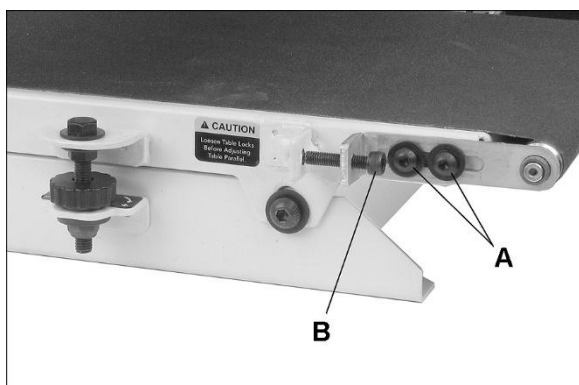

Abb. 8-2: Einstellung der Bandspannung
2. Lösen Sie leicht die vier Schrauben (A, Abb. 8-2) an der Vorschub-Einzugete mit einem 4-mm-Inbusschlüssel (zwei Schrauben an jeder Seite).
5. Die vier Schrauben festsetzen (A, Abb. 8-2).
2. Den Vorschub einschalten und auf maximale Geschwindigkeit einstellen. Beobachten, ob eine Tendenz zur "Verschiebung" des Vorschubbands zu einer Seite hin besteht. Falls ja, an dieser Seite die Schrauben (A, Abb. 8-2) leicht lösen und die Einstellschraube (B) anziehen.
3. Wenn die Einstellung zufriedenstellend ist, ziehen Sie die beiden Schrauben (A) fest.